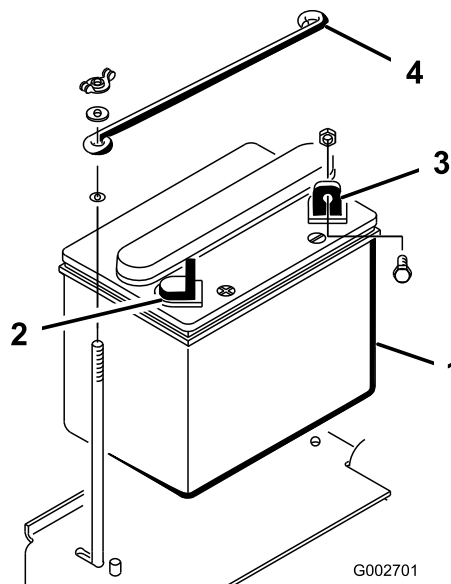

Figura 4
1. Coloque a bateria no lugar, com o terminal negativo voltado para a parte de trás da máquina (Figura 4).